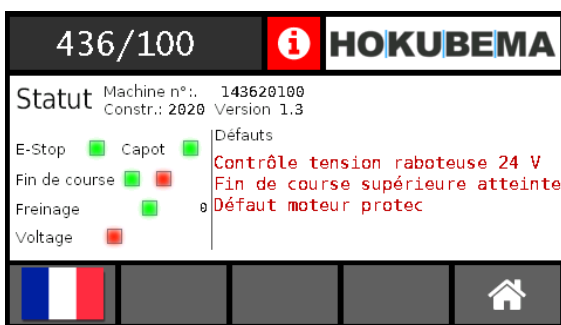

Figure 26 : menu « Infos » avec ses messages de statut
- Message de statut (par exemple ⇒ Figure 26) : ici la tension 24 V nécessaire au fonctionnement de la table de rabotage manque. Il existe par ailleurs une défaillance motrice WSK (contact de protection de la bobine). Le service n'est possible qu'une fois avoir remédié à l'anomalie. Lorsque le symbole de fin de course (Limites) est actif, il faut d'abord quitter la zone de fin de course en sens inverse pour que l'erreur soit effacée. Ce n'est qu'ensuite qu'un positionnement est à nouveau possible (voir section ⇒ 11.4.1).